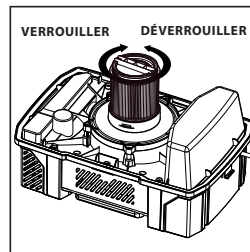

FIG. 3
- Placez le dispositif de retenue du filtre dans la partie supérieure du filtre à cartouche, tenez la tête d'alimentation d'une main, tournez la poignée du dispositif de retenue du filtre dans le sens horaire pour serrer et verrouiller le filtre en place. (Fig. 3)